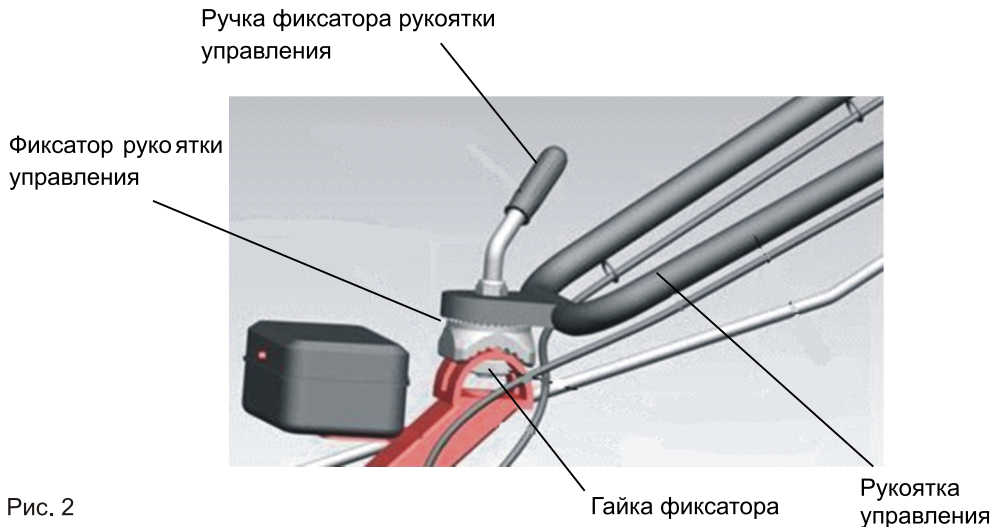

Рис. 2
1. Ослабить фиксатор рукоятки управления с помощью ручки фиксатора (рис. 2).